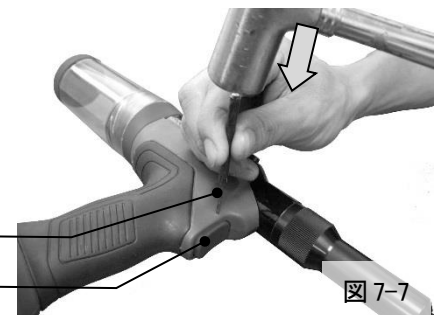

図 7-7
- 1) ピンパンチ或いはφ2.0以下のピンとハンマーを使い、トリガーピンをツール右方向より叩き出してください。(図 7-7)